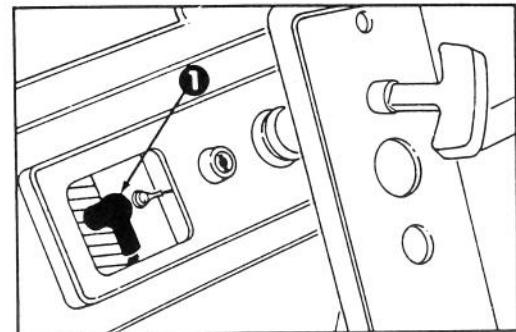

Fig. 16
2. RIMUOVETE LA CANDELA (Fig. 16) — Staccate il cavo ad alta tensione dalla candela e togliete la candela. Esaminatela e sostituitela se è incrinata, incrostata o sporca. NON PULITE LA CANDELA CON SABBIA O CON UNA SPAZZOLA DI FERRO PERCHÉ LA GRANIGLIA POTREBBE STAC-